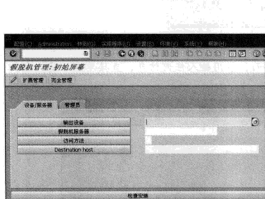

图 15-5 “假脱机管理:初始屏幕”界面
STEP 1 在命令栏中输入“SPAD”命令,进入“假脱机管理:初始屏幕”界面,如图15-5所示。